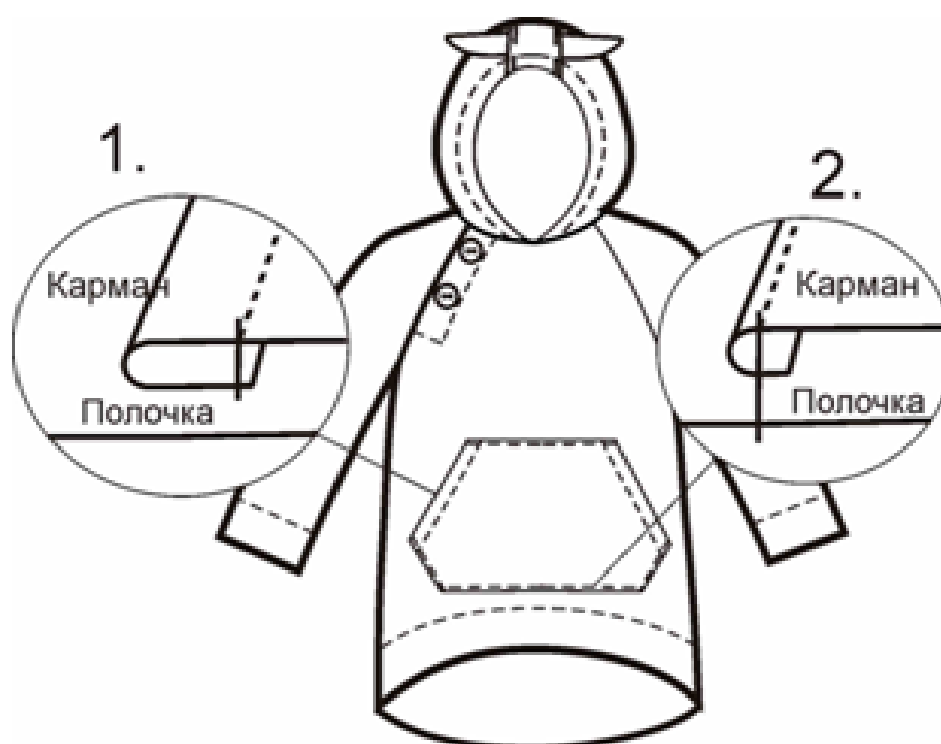

Рисунок 1. Схема расположения и обработки карманов
1. Накладной карман. На лицевой стороне детали полочки наметить карман. Цельнокроеные обтачки кармана заутюжить на изнаночную сторону, прострочить отделочную строчку на ширину 1,5-2 см. Остальные среза обметать на оверлоке. По лекалу полочки выполнить шаблон из картона или термостойкого пластика. С изнаночной стороны кармана наложить шаблон и заутюжить верхний и нижний срез кармана, затем наклонные срезы. В соответствии с намелкой на полочке, наметать карман. Настрочить отделочной строчкой сначала по верхней стороне, затем непрерывной строчкой по косым и нижнему срезам. Удалить сметочные стежки и приутюжить карман (Рисунок 1).